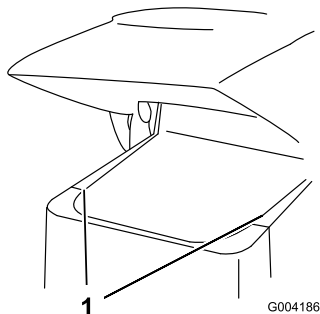

Figura 25
- Far scorrere le griglie laterali (Figura 25) verso l'alto e al di fuori delle fessure nella griglia e nel telaio anteriori.